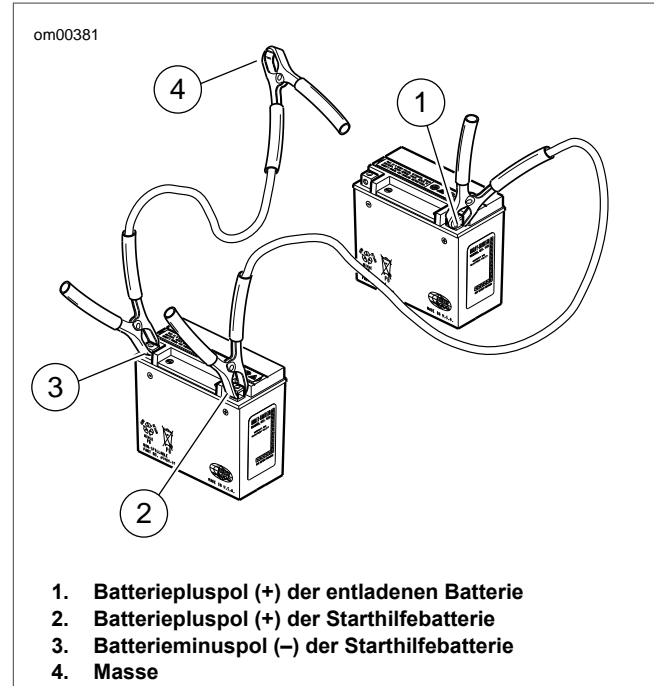

Abbildung 64. Überbrückungskabelanschlüsse
2. Siehe Abbildung 64. Ein Ende des Überbrückungskabels am Batteriepluspol der ENTLADENEN Batterie (1) anschließen.
3. Das andere Ende des gleichen Kabels an den Batteriepluspol der STARTHILFEBATTERIE (2) anschließen.